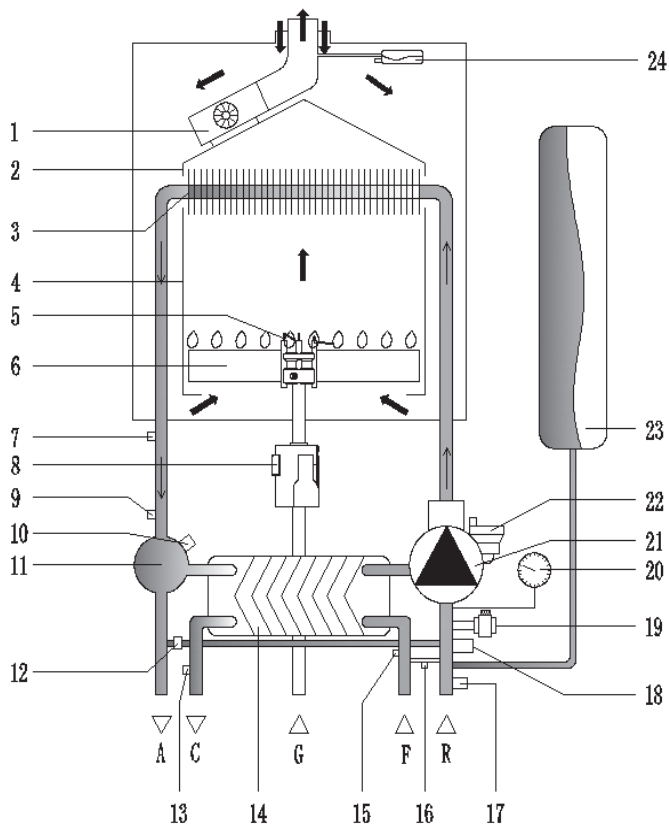

рис.4.
3.7.1. Принципиальная схема модели с пластинчатым теплообменником ГВС (рис. 4).